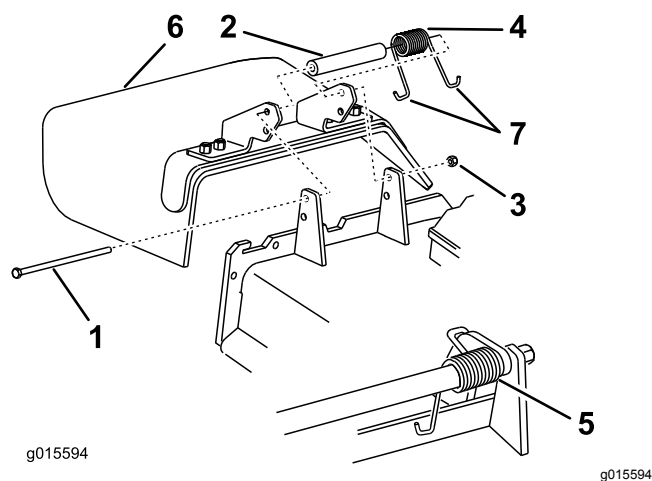

Figure 89
1. Retirez le contre-écrou, le boulon, le ressort et l'entretoise qui fixent le déflecteur aux supports de pivot (Figure 89).
2. Déposez le déflecteur d'herbe s'il est endommagé ou usé (Figure 89).
Remarque: Prenez soin de placer une extrémité en J du ressort derrière le bord du plateau avant de mettre le boulon en place, comme montré à la Figure 89.
- Accrochez 1 extrémité en J du ressort au déflecteur d'herbe (Figure 89).